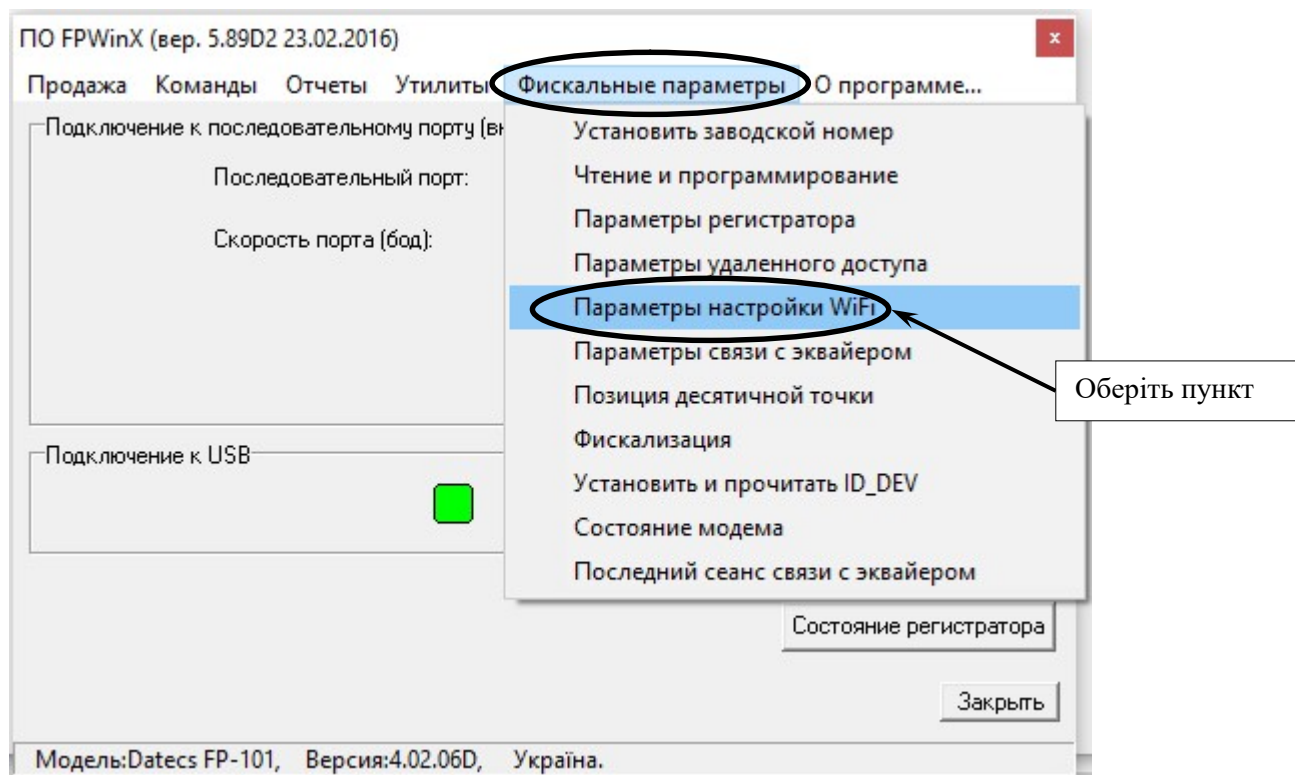

Рисунок 41
– у вікні програми обрати закладку «Фискальные параметры» та у випадаючому меню обрати пункт «Параметры настройки Wi-Fi» (рисунок 41);